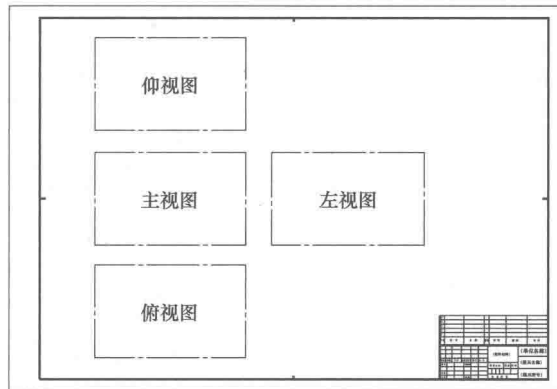
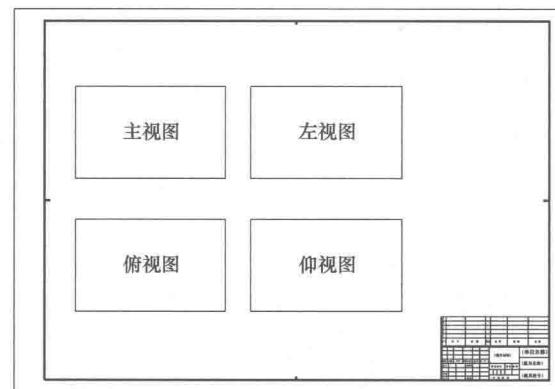

图1 标准的视图摆放方式
图2 模具行业习惯的视图摆放方式
1. 较为复杂的塑料模具结构图通常需要采用4个视图来表达,即主视图、俯视图、左视图和仰视图。按我国机械制图标准规定,4个视图的摆放位置应当如图1所示,但为了更好地利用图纸空间,使模具设计图更加紧凑,行业习惯上将模具的4个视图摆放位置调整为如图2所示。因受教材版面尺寸限制,一副模具图的4个视图可能分散于多个页面,但视图的投影关系仍遵循图2所示的布局。